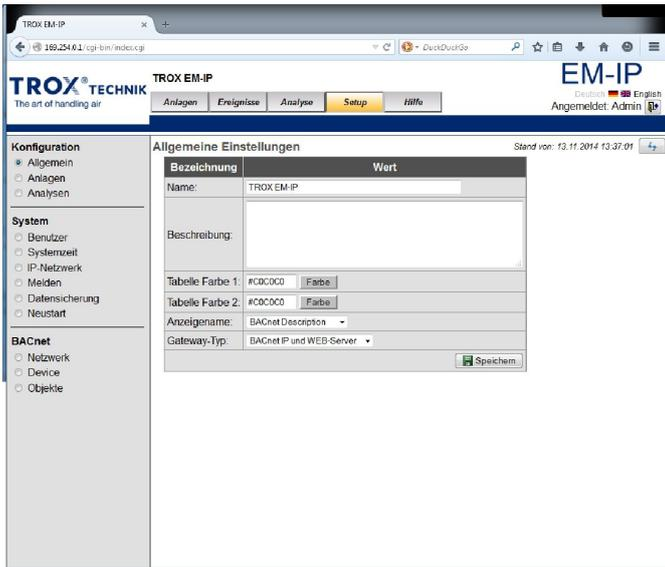

Abb. 19: Allgemeine Einstellungen
- Das Menü „Allgemeine Einstellungen“ (Abb. 19) wird geöffnet.
⇒ Das Menü „Allgemeine Einstellungen“ (Abb. 19) wird geöffnet.